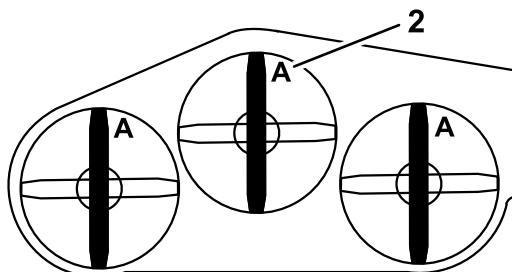

Рисунок 97
4. Измерьте высоту в точке А и от горизонтальной поверхности до режущей кромки на конце ножа (Рисунок 97).